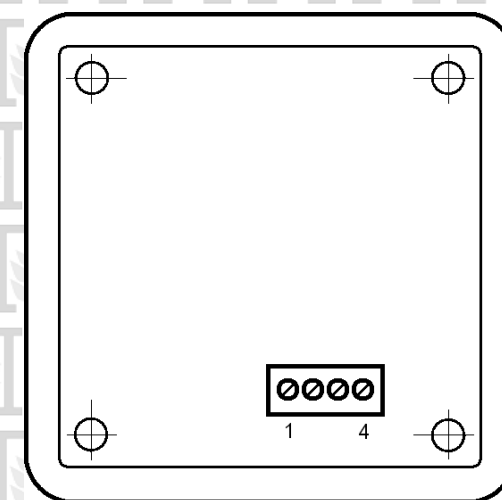

Рисунок 4.
6.3 Первичный преобразователь (рис.4) монтируется в непосредственной близости от измерительного конденсатора, образованного чередующимися потенциальными электродами, встраиваемыми в шахте зерносушилки, и воздушными коробами. Измерительный конденсатор, как и термопреобразователь, монтируется в конце зоны охлаждения перед выпускным устройством. Выходной токовый сигнал и потенциал, падающий на термопреобразователе, передаются по кабелю в диспетчерскую, на входы измерителя.